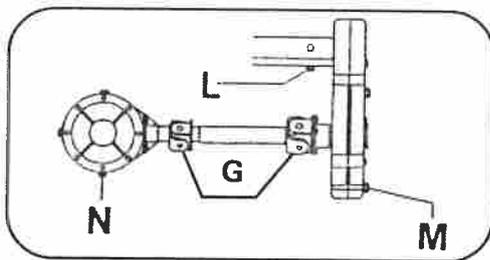

Fig.17
- 8) Sustituir el aceite del cárter de cambios, de la reductora y del diferencial. Esta operación se lleva a cabo con la máquina caliente y en un lugar plano. Se sueltan los tornillos de purga del cárter de cambios (L), del reductor (M), y del diferencial (N) (Fig. 17), dejando salir el aceite y sustituyéndolo según la cantidad y calidad ilustrada en la tabla de lubricantes.
- 9) Engrasar las crucetas del cardan (G) (Fig. 17)